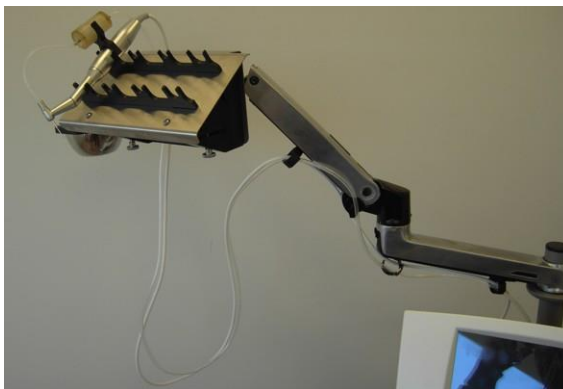

Figura 3-66. Cable y tuberías de las piezas manuales de extracción en los soportes para cables y tuberías del brazo articulado
22. Inserte el cable y el tubo de la pieza manual en los soportes para cable y tubería del brazo articulado, como se muestra en la Figura 3-66.